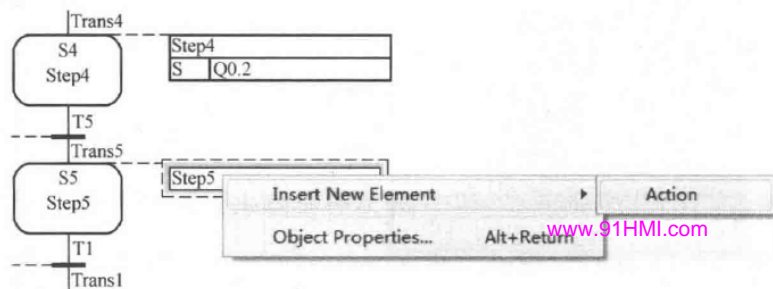

图 3-64 插入动作
2) 插入动作时，单击条件处，右键插入动作 (Action) (或者按快捷键)，如图 3-64 所示，输入所需要的动作。